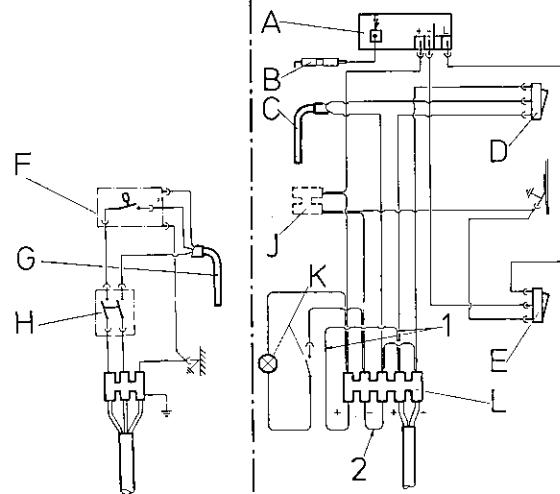

Fig. 6
Für das Modell RM 2250 gilt der Schaltplan, Fig. 6 und für Modell RM 2251 Fig. 8.
Fig. 6 zeigt den elektrischen Schaltplan des Gerätes im Lieferzustand. Die 12 V Versorgung tritt bei (L) ein. Der elektronische Zünder (A) wird über zwei Brücken (1) und (2) an der Lüsterklemme (L) versorgt, sowie auch, wenn vorhanden, die Innenbeleuchtung (K).
In einigen Modellen ist eine separate Lüsterklemme vorhanden (J) in Fig. 6. Wenn dies der Fall ist, entfernt man, wie vorher, die Brücken (1) und (2), schließt aber die separate Versorgung bei (J) an.